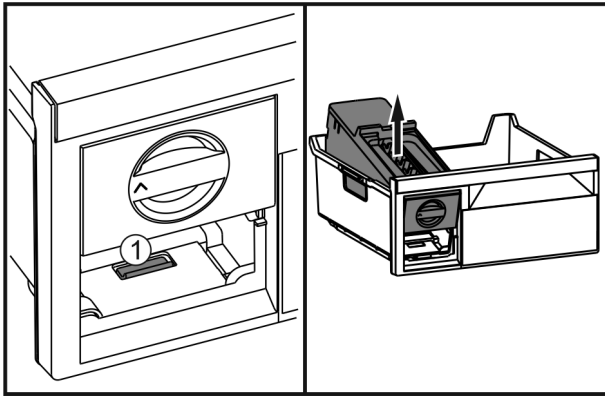

Fig. 30
- ▶ Натиснете езичето Fig. 30 (1), повдигнете EasyTwist-Ice отзад и извадете от чекмеджето на фризера.